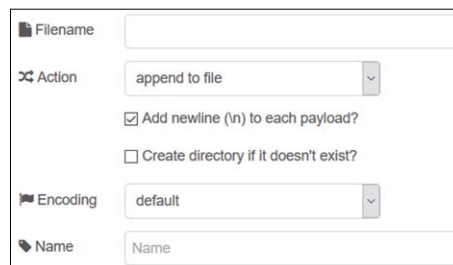

Figure 10.3 Configuration du fichier de nœud
- Créer un **fichier** nœud et le configurer comme indiqué dans la figure 10.3. Notez que **Action** est défini sur Ajouter au fichier, et une nouvelle ligne doit être ajoutée après chaque enregistrement